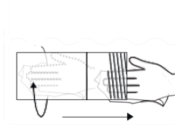

Bild 5: Zylinder mit dem Tuch reinigen
- Nehmen Sie dann ein Reinigungstuch und reinigen damit gründlich die mit dem Desinfektionsmittel benetzten Innenflächen des Zylinders (**Bild 5**).